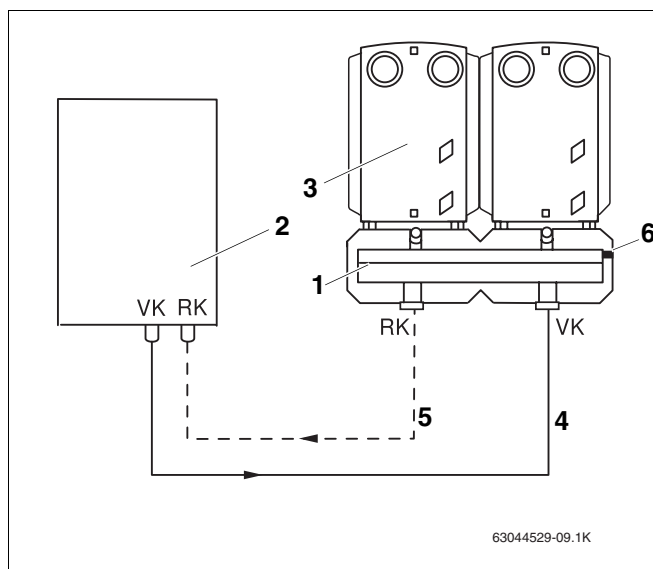
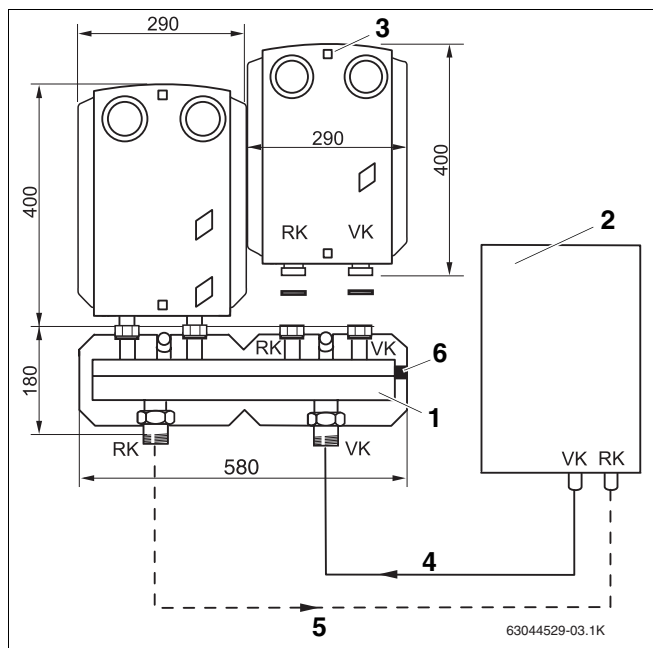

Fig. 4 Montaggio del collettore del circuito di riscaldamento con disposizione a destra
Fig. 5 Montaggio del collettore del circuito di riscaldamento con disposizione a sinistra
Il pozzetto ad immersione (fig. 4 e fig. 5, **pos. 6**) del collettore del circuito di riscaldamento si trova sempre a destra della mandata caldaia (VK) sia per il montaggio a sinistra (fig. 5) che a destra della caldaia (fig. 4).
La fig. 4 mostra il montaggio del collettore del circuito di riscaldamento a destra della caldaia.
Legenda per fig. 4 e fig. 5
La fig. 5 mostra il montaggio del collettore del circuito di riscaldamento a sinistra della caldaia.
Prima di segnare i punti di fissaggio per il supporto a parete, calcolare il fabbisogno di spazio dell'intero sistema (vedi fig. 5, pag. 5).